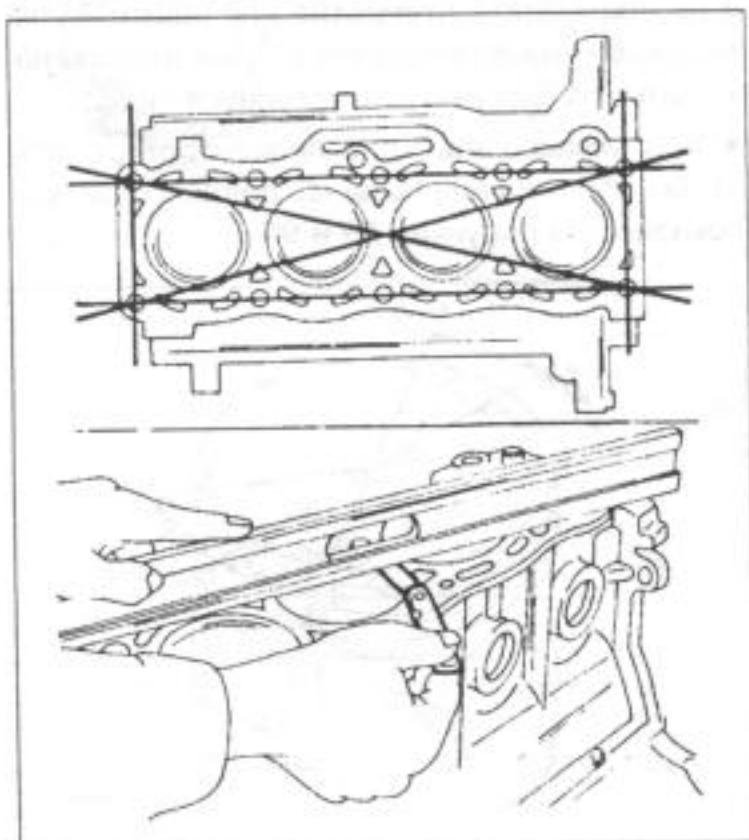

Рис. 95.
- Вышеуказанные измерения производить в продольном направлении блока (направление Y и X), и после этого еще раз произвести в поперечном направлении блока на той же самой глубине. Записать все шесть результатов. Разница между верхним и нижним замерами дает сужение. Разница между продольным и поперечным размерами указывает на квалитет (радиальное биение). Ни в каком месте диаметр не должен отклоняться от名义ного размера больше чем на 0,15 мм. Данные в главе 2.5.2 превышения даются для различных двигателей, и блок должен соответственно дошлифоваться. Плоскость блока цилиндров показанным на рис. 95 способом контролируется на коробление. Блок замеряется в продольном, поперечном и диагональном направлениях. Вставляемый шаблон не может иметь толщину больше чем 0,15 мм (у дизельного двигателя — 0,10 мм). У бензинового двигателя для плоскости блока цилиндров можно применять торцевое шлифование, т. е. можно сошлифовывать до 0,20 мм толщины материала. У дизельного двигателя это не разрешается, и блок цилиндров дол-